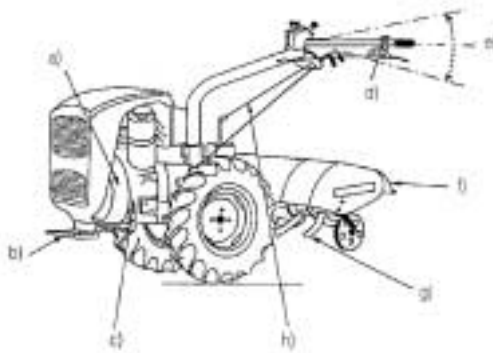

FIG. 66 Principales cuidados en la utilización de motocultores.
- No aproximar las manos ni los pies al rotor cuando esté en movimiento ya que existe peligro de corte **FIG. 66**
Otros cuidados **FIG. 66**